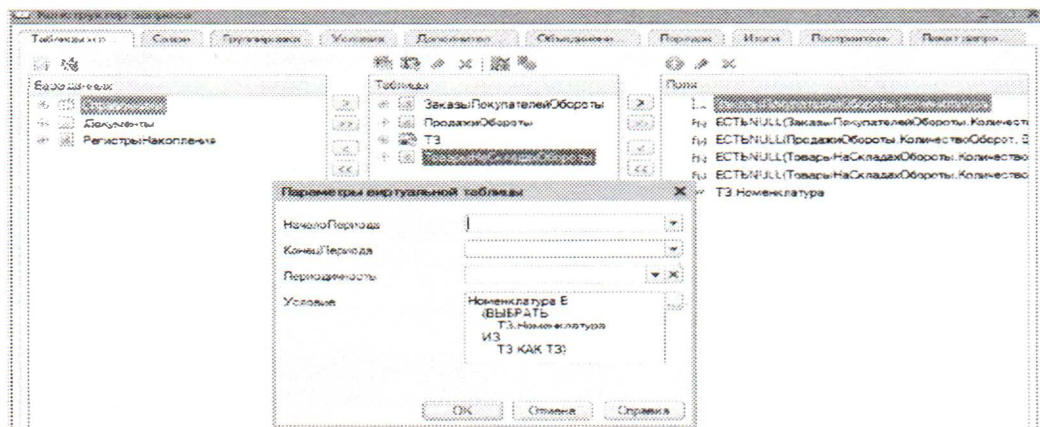

Рисунок 314
2. Отредактируем условие в параметрах таблиц (Рисунок 314).